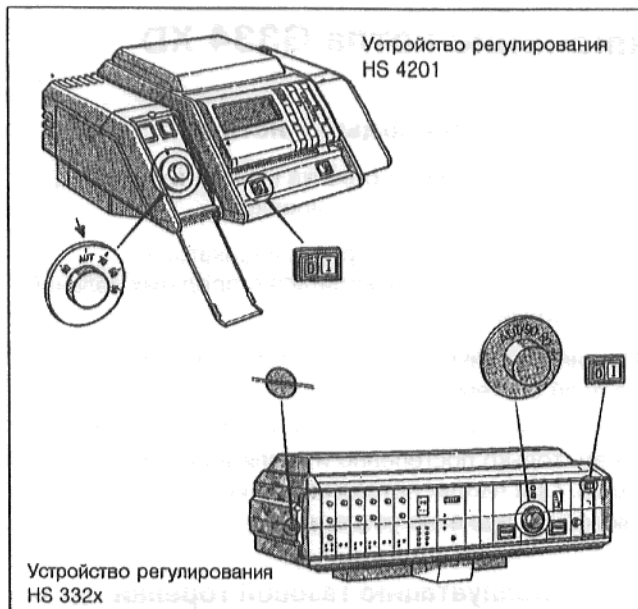
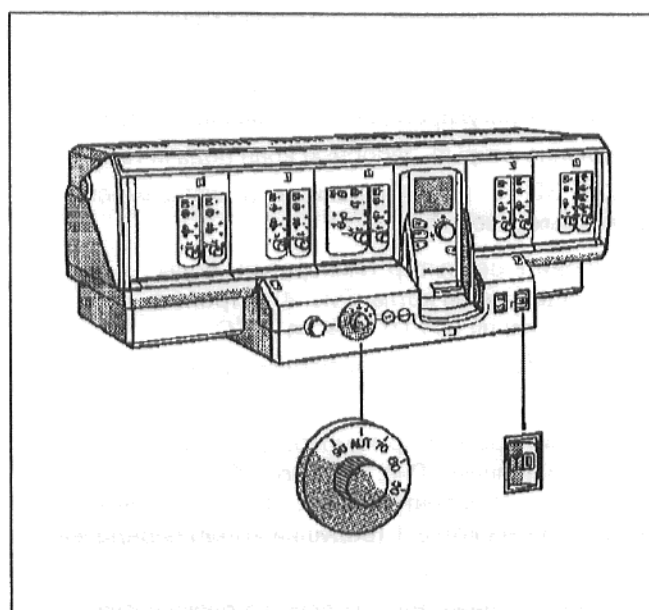

Рис. 1: Устройства регулирования HS4201 и HS 332x
Рис. 2: Устройство регулирования HS 431x
- При устройстве регулирования HS 332x: перевести шлиц винта прозрачной крышки (Рис. 1) в горизонтальное положение, например, с помощью монеты. Снять прозрачную крышку, подав ее вперед.
- Установить переключатель "Работа" (Рис. 1 или Рис. 2) в положение I (ВКЛ).
- При устройстве регулирования HS 4201: открыть левую закрывающую крышку (Рис. 1).
- Установить регулятор температуры воды подающей линии котла (Рис. 1 или Рис. 2) в положение "АВТ" или 80 °С. При наличии устройства регулирования конденсата осуществить настройку на желаемую температуру (мин. 50 °С).
- Установить переключатель "Работа" (Рис. 1 или Рис. 2) в положение 0 (ВЫКЛ).